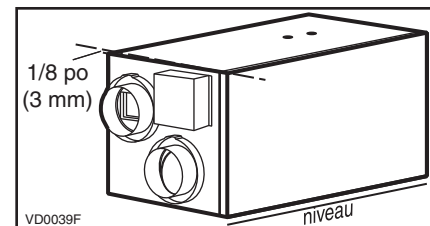

figure 6
**Assurez-vous que l'appareil soit au niveau, avec une légère inclinaison vers l'arrière de 1/8 po (3 mm) (voir figure 6).**